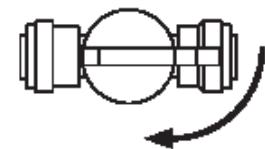

Рис. 18
3. Закройте вентиль (рис.18).
12. Закройте вентиль в основании прибора (рис. 18).